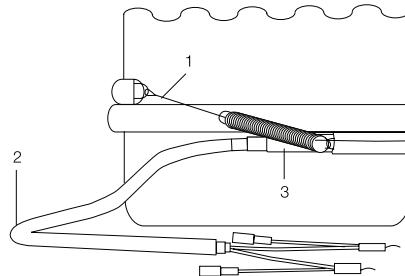

рис. 9
- Демонтируйте термоизоляцию корпуса компрессора. Смонтируйте нагреватель в соответствие с рис. 9. Петля (1) выполняется на
Данная ситуация может привести к «забору» давления при включении кондиционера. В данном случае необходимо подсоединять желтый провод регулятора на коммутируемый проводник компрессора блока, как показано на рис. 9. Обратите внимание, что межблочный провод управления вентилятором также разрывается и изолируется. Пунктиром обозначено подключение серого провода для моделей «только охлаждение».